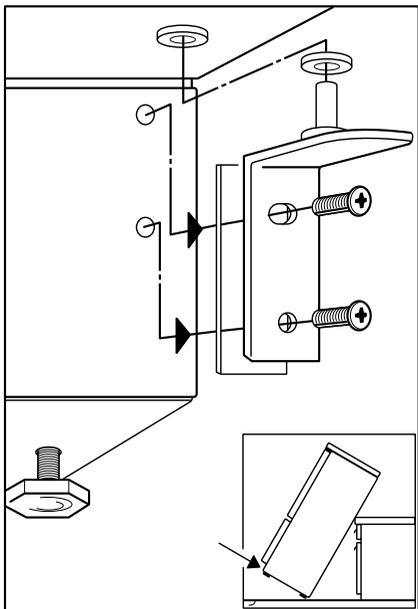

Fig. 4
- ❑ Svitare la cerniera inferiore (**Fig. 4**) e togliere la porta dello scomparto congelatore tirandola verso il basso.